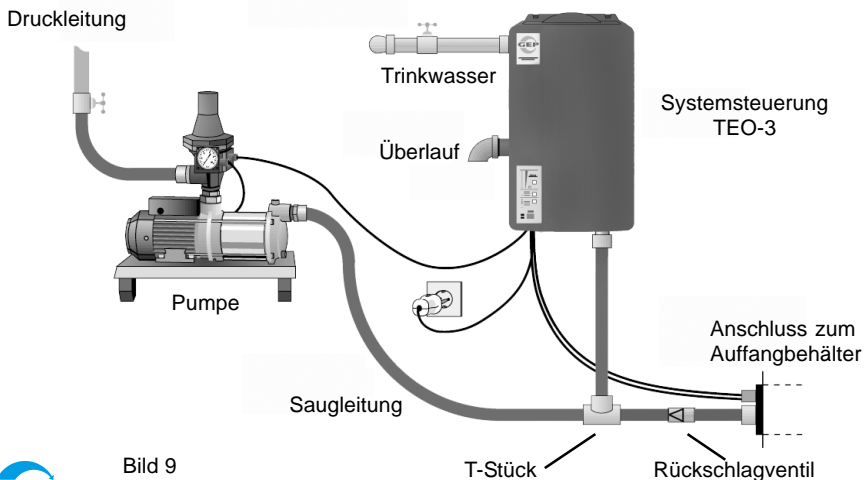

Bild 9
Zwischen dem T-Stück (Verbindung zwischen Saugleitung und Gerät) und dem Auffangbehälter muß ein Rückschlagventil installiert sein, siehe Bild 9, (in Schwimmende Entnahme GEP-TWIST/SAFF enthalten). Zusätzlich muss bei Pumpen mit Druckkesseln zwischen dem Gerät und der Pumpe ein Rückschlagventil installiert werden, das zu Pumpe hin öffnet.
- Saugleitung geradlinig (auf direktem Weg) verlegen und entsprechend Bild 9 dicht mit der 3-teiligen-Verschraubung des Gerätes und dem Sauganschluss der Pumpe verbinden.